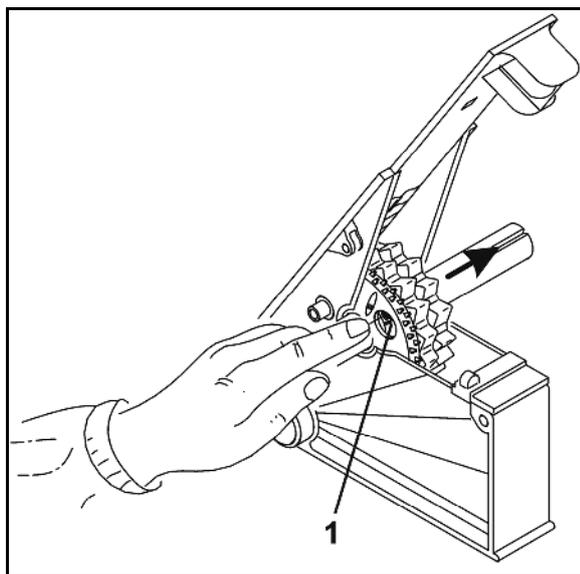

Fig. 31
1. Mover a alavanca de ajuste de engrenagem para cima e baixo até que os orifícios (Fig. 31/1) das rodas de sementeira fina fiquem visíveis.